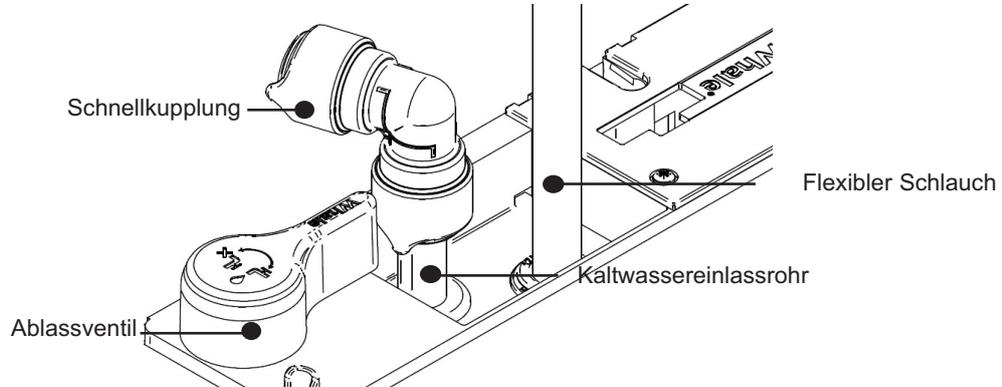

Abb. 30 Anschließen der Kaltwasserversorgung
Schritt 8 Anschließen der Kaltwasserversorgung (siehe Abb. 30)